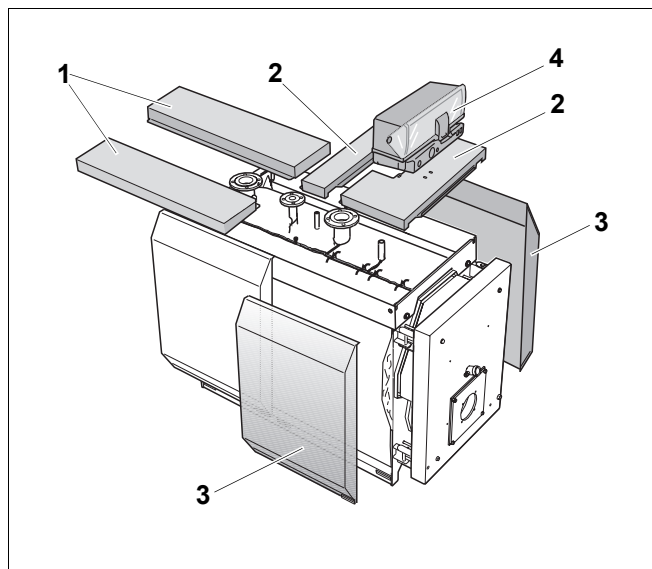

Рис. 3 Демонтаж боковых крышек, передней крышки котла и передних боковых стенок (на рисунке пример с S635)
Обычно систему управления (рис. 3, поз. 4) демонтировать не требуется.
- Отверните винты боковых крышек (рис. 3, поз. 1) и снимите их, потянув назад.
- Демонтируйте переднюю и поперечную крышки котла (рис. 3, поз. 2).
- Снимите левую и правую передние боковые стенки (рис. 3, поз. 3).